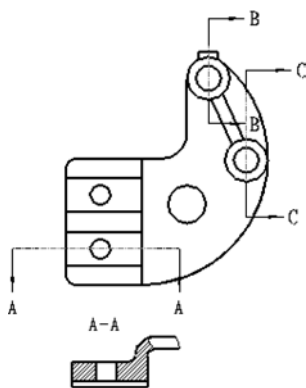

图 11.2.11 俯视图
Stage6. 创建图 11.2.11 所示的俯视图
Step1. 选取图 11.2.11 所示的主视图，选择 **布局** 功能选项卡 **模型视图** ▾ 区域中的 **投影视图(P)** 命令。
(1) 在“绘图视图”对话框的 **类别** 区域中选择 **可见区域** 选项，在 **视图可见性** 下拉列表中选择 **局部视图** 选项。